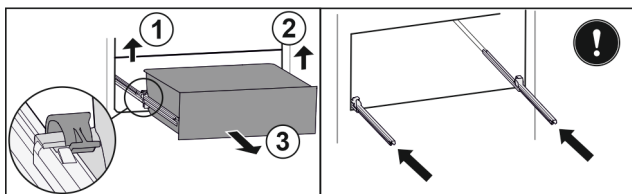

Fig. 92
- ▶ Nadvihnite ľavú svorku a súčasne ťahajte zásuvku vľavo dopredu. Fig. 92 (1)
- ▶ Nadvihnite pravú svorku a súčasne ťahajte zásuvku vpravo dopredu. Fig. 92 (2)
- ▶ Odoberte zásuvku dopredu. Fig. 92 (3)